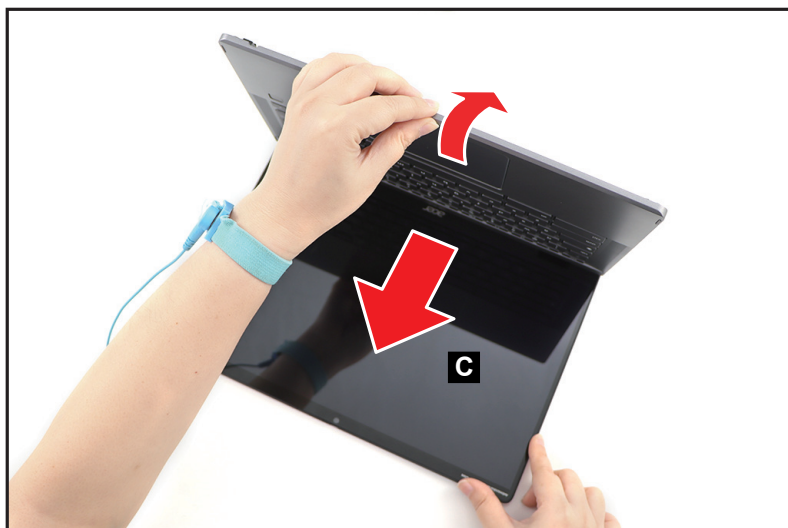

Figure 1-28. Retrait du module LCD
5. Ouvrez l'ensemble supérieur. Retirez ensuite l'ensemble supérieur du module LCD (C) (Figure 1-28).